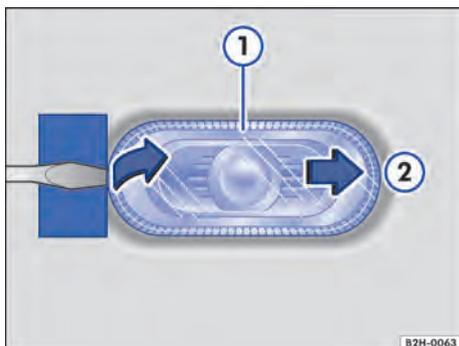

Fig. 153 Na lateral do veículo: remover os indicadores de direção laterais
2. Posicionar a chave de fenda das ferramentas de bordo com a lâmina plana no lado da lanterna lateral do indicador de direção que aponta para direção de condução → ①. Deslocar a lanterna lateral dos indicadores de direção para trás, em sentido oposto ao da força de mola → Fig. 153 ②.